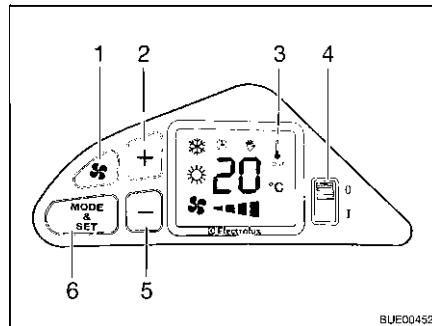

Fig. 96 Elementi di comando
- Posizionare l'interruttore di alimentazione (Fig. 96,4) su "I". Viene indicata la temperatura impostata.
- Impostare la temperatura desiderata con i tasti "+" (Fig. 96,2) e "-" (Fig. 96,5).
- Posizionare l'interruttore di alimentazione (Fig. 96,4) su "0".
- Posizionare l'interruttore di alimentazione (Fig. 96,4) su "I".
- Impostare la velocità dell'aria desiderata con i tasti "x" (Fig. 96,1), "+" (Fig. 96,2) e "-" (Fig. 96,5).
- Premere il tasto "MODE & SET" (Fig. 96,6) finché non appare il simbolo del raffreddamento sul display (Fig. 96,3).
- Premere il tasto "MODE & SET" (Fig. 96,6) finché non appare il simbolo del riscaldamento sul display (Fig. 96,3).